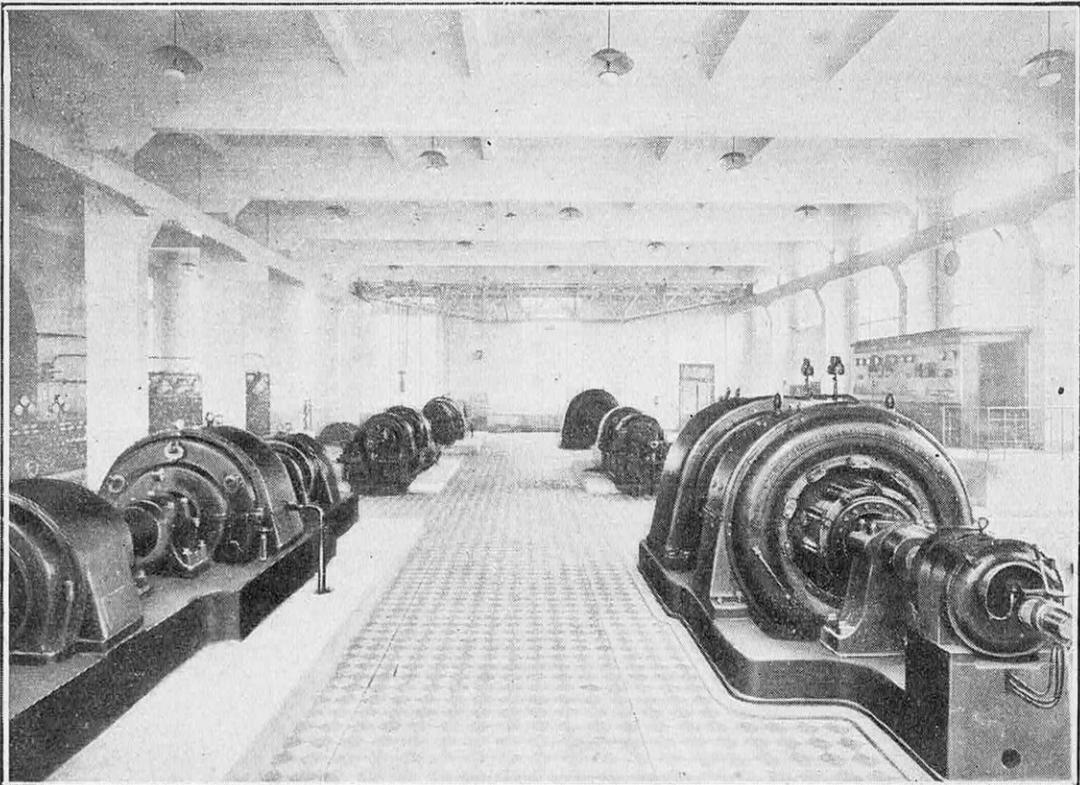

FIG. 17. — SALLE D'ÉMISSION DE LA STATION TRANSCONTINENTALE (CENTRE D'ÉMISSION DE SAINTE-ASSISE, PRÈS DE MELUN)
*Groupe à haute fréquence de 500 kilowatts (fig. 17).* — Fréquence normale de l'alternateur : 14.000 ou 15.000 périodes ; vitesse de rotation normale du groupe : 2.330 tours par minute ; tension d'alimentation du moteur : 500 volts ; tension d'excitation du moteur et de l'alternateur, 110 volts.